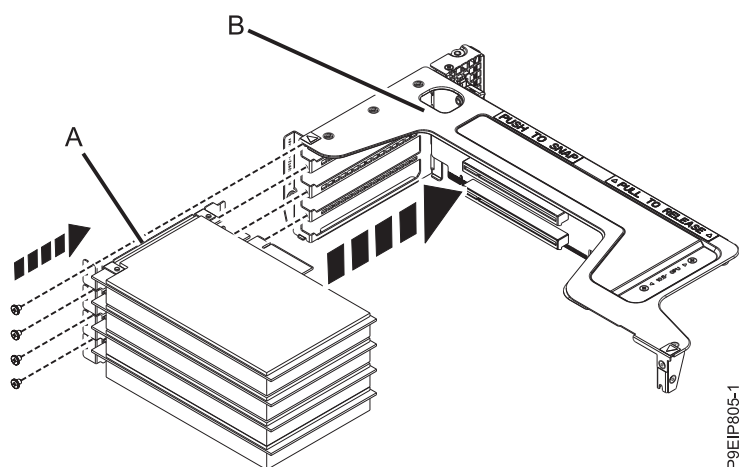

Figure 59. Insertion d'une carte PCIe dans le connecteur de bus
- b. Connectez la carte (A) dans l'emplacement correct du connecteur de bus de la carte PCIe (B) comme indiqué dans la figure 59.